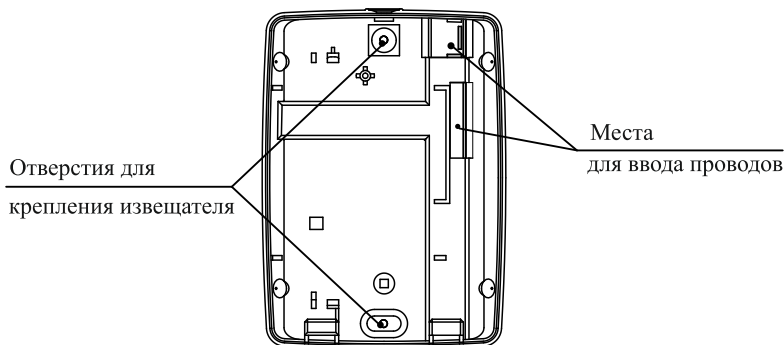

Рисунок 4
- б) проделать в основании отверстия для ввода проводов. В стенке основания извещателя для этого предназначены специальные места (рисунок 4), которые необходимо удалить любым подходящим инструментом с соблюдением техники безопасности;